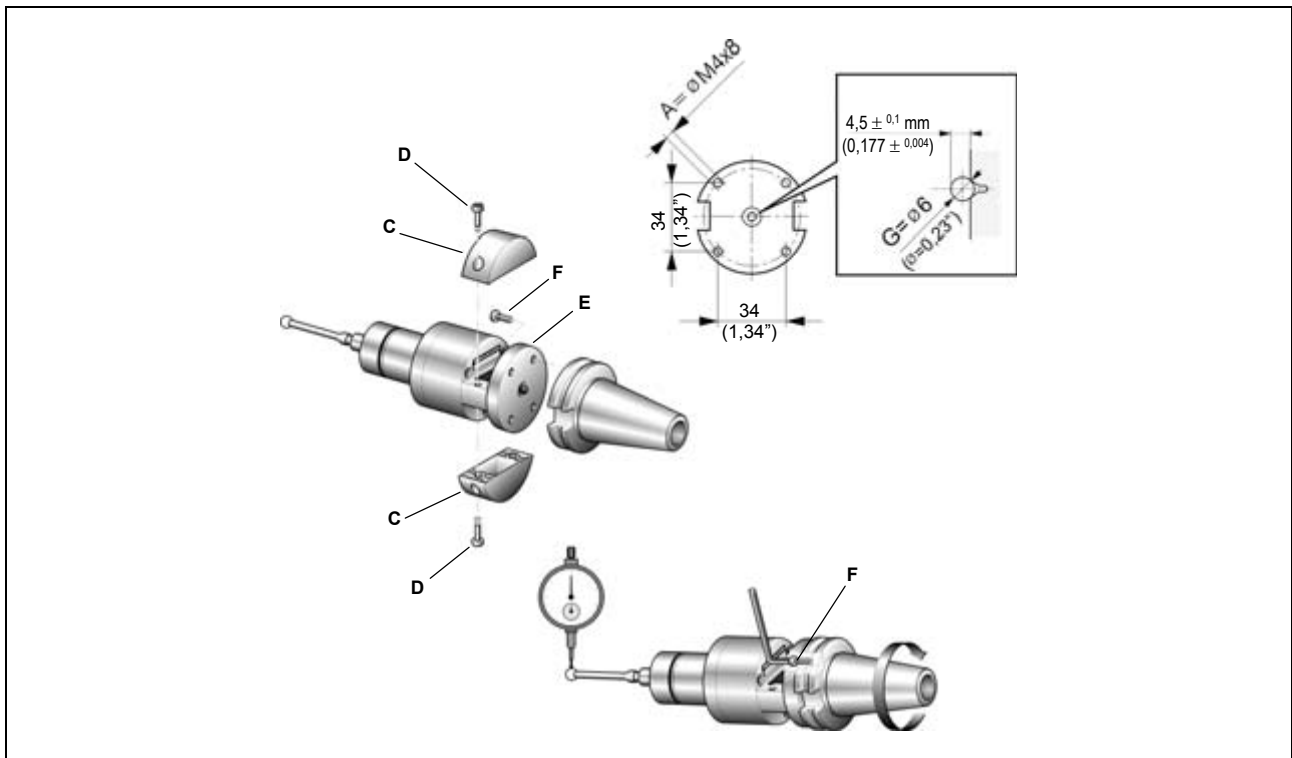

Figura 12-1
- Rimuovere i coperchi batteria (C) del trasmettitore - viti (D) - per accedere ai quattro fori (E) sulla flangia. Il fissaggio con flangia standard può essere eseguito in due diversi modi:
- Praticare sul cono quattro fori filettati M4x8 (A) e una svasatura centrale (B) come indicato in Figura 12-1.
- inserire fra trasmettitore e cono la sfera (G) $\varnothing 6$ mm in dotazione.
- Fissare il trasmettitore al cono mediante le quattro viti (F).